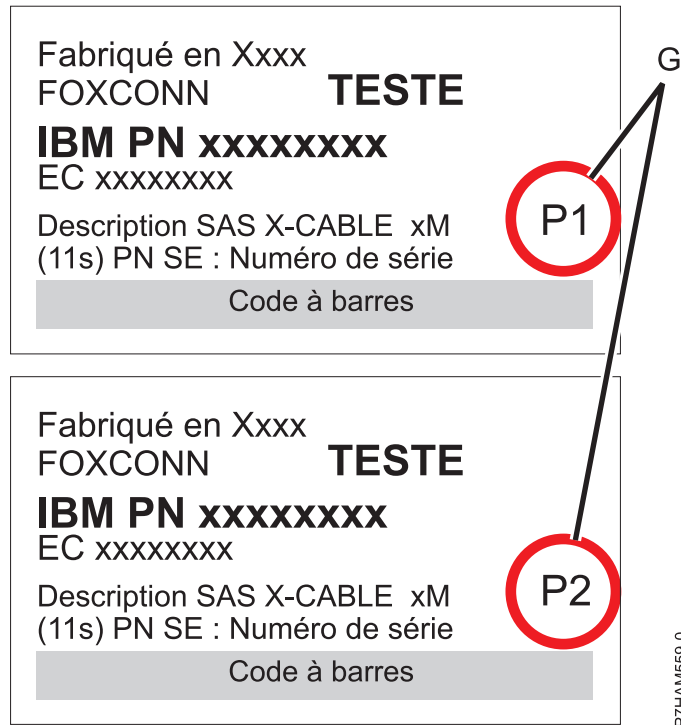

Figure 43. Etiquettes des câbles d'adaptateur SAS avec les identificateurs P1 et P2
**Remarque :** La figure 43, à la page 45 montre des exemples de ces connexions.
- Le câble qui se branche sur l'adaptateur SAS indépendant 1 (C) comporte une étiquette avec l'identificateur P1 (G). Cet adaptateur n'accède à aucun autre adaptateur indépendant et accède uniquement aux baies d'unité D1 à D6.
- Le câble qui se branche sur l'adaptateur SAS indépendant 2 (D) comporte une étiquette avec l'identificateur P2 (G). Cet adaptateur n'accède à aucun autre adaptateur indépendant et accède uniquement aux baies d'unité D7 à D12.
- Le câble qui se branche sur l'adaptateur SAS indépendant 3 (E) comporte une étiquette avec l'identificateur P1 (G). Cet adaptateur n'accède à aucun autre adaptateur indépendant et accède uniquement aux baies d'unité D13 à D18.
- Le câble qui se branche sur l'adaptateur SAS indépendant 4 (F) comporte une étiquette avec l'identificateur P2 (G). Cet adaptateur n'accède à aucun autre adaptateur indépendant et accède uniquement aux baies d'unité D19 à D24.